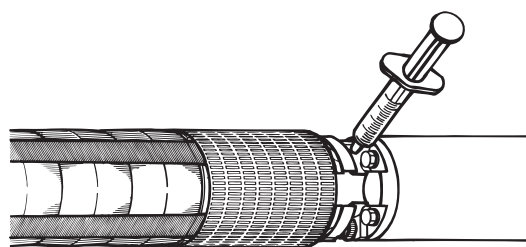

Рис. 11 Положение заправочного клапана
- С помощью отвертки вытолкните фильтр, установленный перед клапаном в верхней части двигателя. Если в фильтре имеется шлиц, то такой фильтр следует вывернуть. Положение заправочного клапана приведено на рис. 11.
- Прижмите наконечник заправочного шприца к клапану и заправьте электродвигатель охлаждающей жидкостью. См. рис. 11. При этом не следует надавливать шприцем на клапан с чрезмерным усилием, так как это может привести к повреждению и потере герметичности клапана.